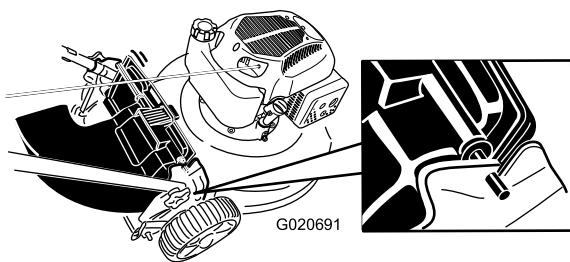

Рисунок 22
4. Вставьте стержень на отражателе выброса в прорези на газонокосилке (Рисунок 22).